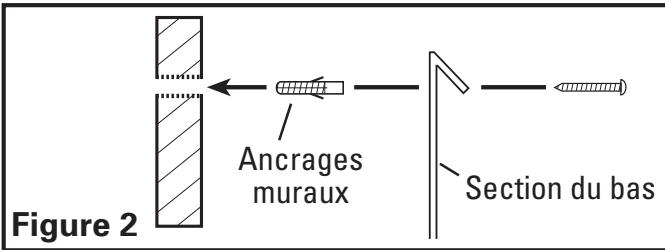

Figure 2
1. Installer les ancrages muraux compris aux emplacements qui furent marqués précédemment (**Figure 2**).
2. Installer la section du bas du dossieret en alignant les 6 trous dans le dossieret avec les ancrages muraux qui furent installés précédemment et la fixer en utilisant les vis comprises (**Figure 2**). Si votre dossieret est équipé de tablettes optionnelles, veuillez continuer à l'étape 3. Si votre dossieret n'a pas de tablette, procéder à l'étape 6 dans cette section.